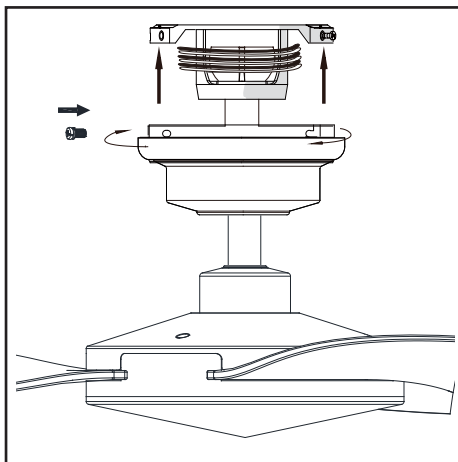

Figura 15
3. Instala el aro de cubierta decorativa alineando las ranuras del aro con los tornillos en la cubierta. Gira el aro hacia la derecha para fijarlo en su lugar. (Figura 15)